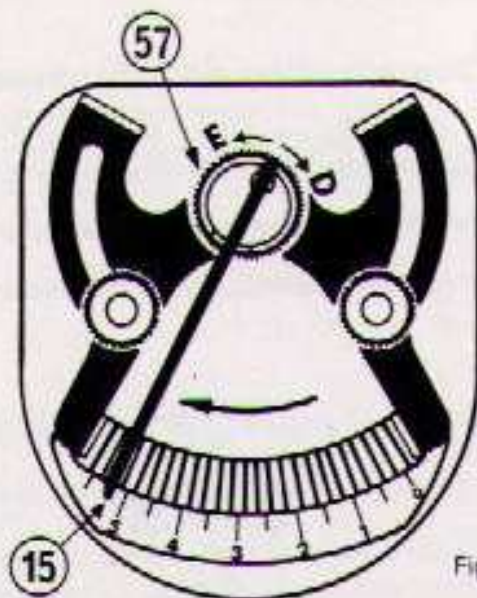

Fig. 48
- 4-El mando de amplitud de zig-zag 15 dispone en su articulación superior de un anillo moleteado 57, que por giro manual puede situarse en las dos posiciones siguientes grabadas sobre su periferia: (Fig. 48)